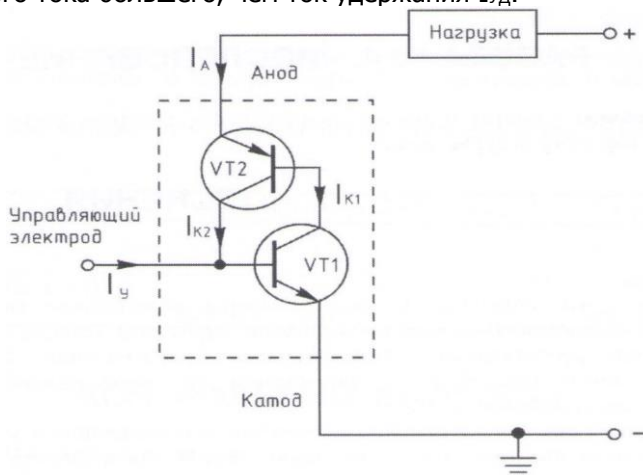
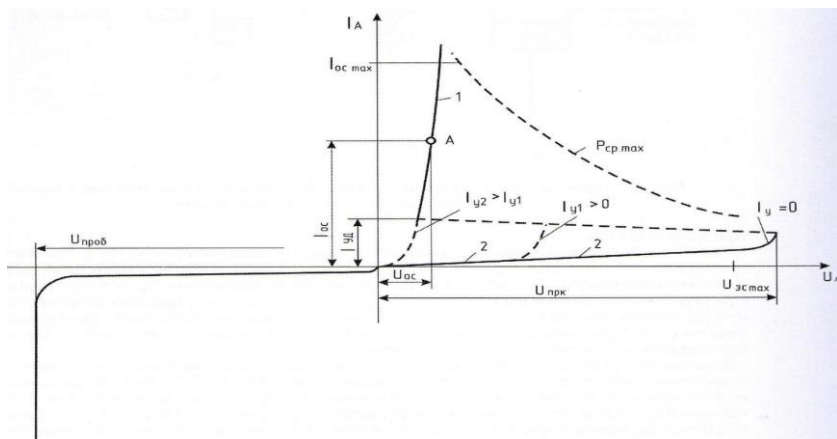

Рисунок 4.2 Схема, объясняющая работу тиристора с точки зрения транзисторного эквивалента.
Рисунок 4.3 Анодная характеристика тиристора, не проводящего в обратном направлении: 1-характеристика открытого состояния; 2-характеристики закрытого состояния.
На схеме, приведенной на рис. 4.2, указаны ток нагрузки  $I_A$ , управляющий ток  $I_U$ , коллекторный ток  $I_{K1}$  транзистора  $VT1$  и коллекторный ток  $I_{K2}$  транзистора  $VT2$ . Положительное относительно катода основное напряжение  $U_A$  подается на анод, а управляющее напряжение  $U_U$  - на управляющий электрод. При управляющем напряжении  $U_U = 0$  ток  $I_U$  также равен нулю. Если при этом напряжение на его аноде меньше напряжения переключения  $U_{ПРК}$  (рис. 4.3), то тиристор закрыт (оба транзистора  $VT1$  и  $VT2$  закрыты). Это состояние устойчиво и может длиться неограниченно долго. На рис. 4.3 это характеристика 2 закрытого состояния тиристора.
Дальнейшее увеличение напряжения  $U_A$  уменьшает сопротивление смещенных в обратном направлении переходов база-коллектор транзисторов  $VT1$  и  $VT2$ . При напряжении  $U_A = U_{ПРК}$  транзисторы открываются, и тиристор переключается в проводящее состояние. Ток анода открытого тиристора  $I_{OC}$  определяется сопротивлением нагрузки (см рис. 4.2). На рис. 4.3 это характеристика 1 открытого состояния тиристора. Тиристор может находиться в открытом состоянии неограниченно долго: пока существуют условия для протекания в его основной цепи анодного тока большего, чем ток удержания  $I_{уд}$ .
свою очередь, появившийся ток коллектора  $I_{K1}$  транзистора  $VT1$  откроет транзистор  $VT2$  и тиристор откроется. Чем больше управляющий ток  $I_y$ , тем меньшим напряжением на аноде  $U_A$  открывается тиристор (см. рис. 4.3). Коллекторный ток  $I_{K2}$  открытого транзистора  $VT2$  будет удерживать транзистор  $VT1$  в открытом состоянии (характеристика 1 на рис. 4.3) даже, если напряжение управления  $U_y$  и управляющий ток  $I_y$  станут равными нулю.
5.2 Используя данные табл. 4.2 и 4.3 постройте график анодной характеристики тиристора. Она имеет вид, представленный на рис. 4.3.